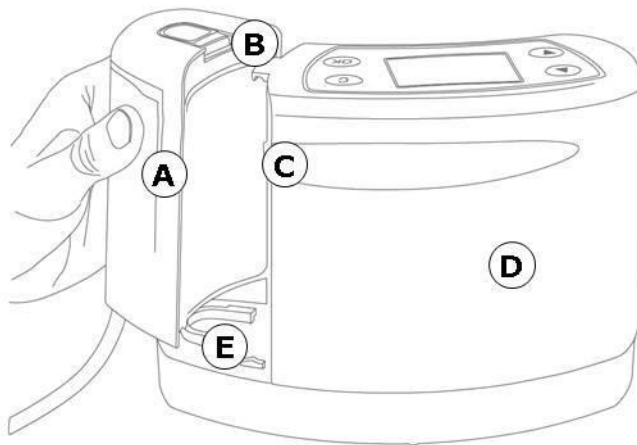

Abb. 5 Anschluss des Einweg-Sekretbehälters
1. Nehmen Sie den Einweg-Sekretbehälter (Abb. 5 (A)) aus der Verpackung.
2. Schieben Sie den Behälter auf die Führungsschiene (Abb. 5 (E)) am **ASSKEA *prowound*® M**, bis der Einweg-Sekretbehälter hörbar an der Verriegelung (Abb. 5 (B)) einrastet.